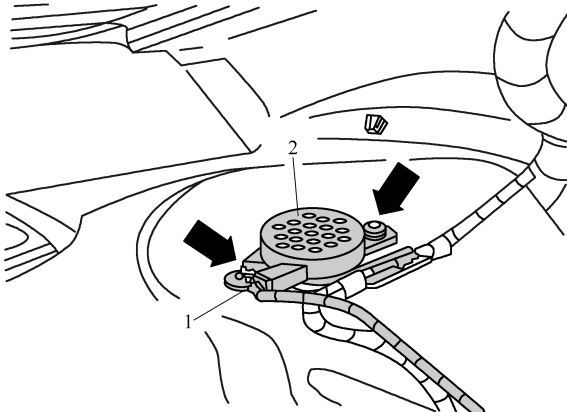

图 11-2-9 拆卸后部驻车辅助装置报警蜂鸣器 H15
(2) 拆下后窗台板。
(3) 如图 11-2-9 所示，脱开电气插接器 1。旋出螺栓(见箭头)，并拆下后部驻车辅助报警蜂鸣器 H15(编号 2)。